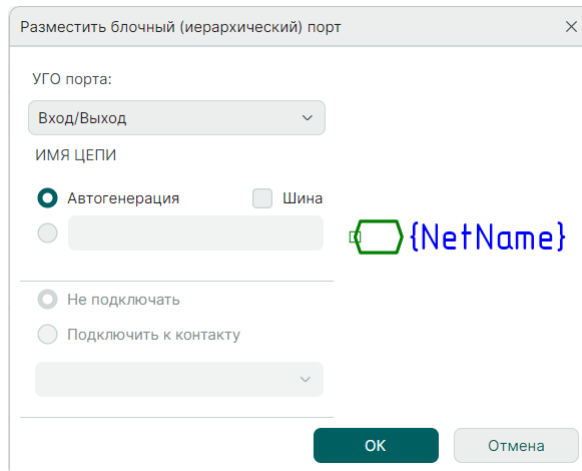

Рис. 269 Окно «Разместить блочный (иерархический) порт»
2. Установите настройки размещаемого блочного порта в окне «Разместить блочный (иерархический) порт, см. Рис. 269.